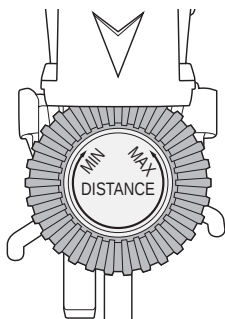

Abb. 5
- ♦ Drücken Sie den Blockier-Hebel **2** nach unten und drehen Sie den Drehregler **1** in Richtung MAX, um die Weite des Wasserstrahls zu erhöhen (siehe Abb. 5). Wenn Sie den Drehregler **1** bis zum Anschlag in Richtung MAX drehen, kann das Gerät bei einem Wasserdruck von 4 bar Wasser bis zu 11 Meter weit spritzen.
- ♦ Drücken Sie den Blockier-Hebel **2** nach unten und drehen Sie den Drehregler **1** in Richtung MIN, um die Weite des Wasserstrahls zu verringern (siehe Abb. 5).